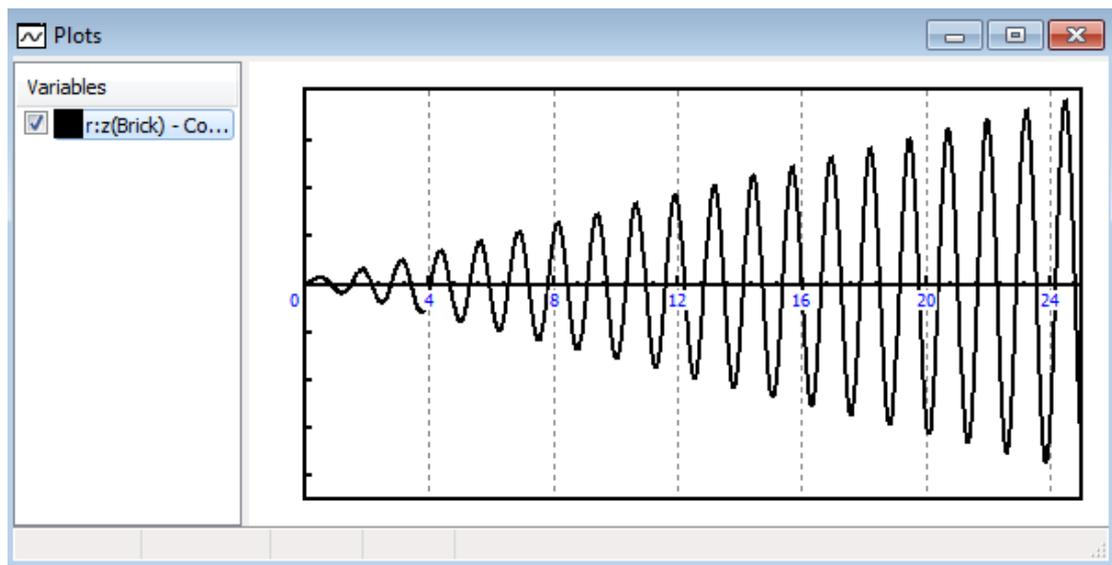

图 2.26 受迫振动: 共振工况
3. 点击 **Integration** 开始仿真。正如我们期望的,当外部激励的频率与系统固有频率相等时,系统明显发生了共振情况,刚体 **Brick** 的振幅越来越大,如图 2.26 所示。